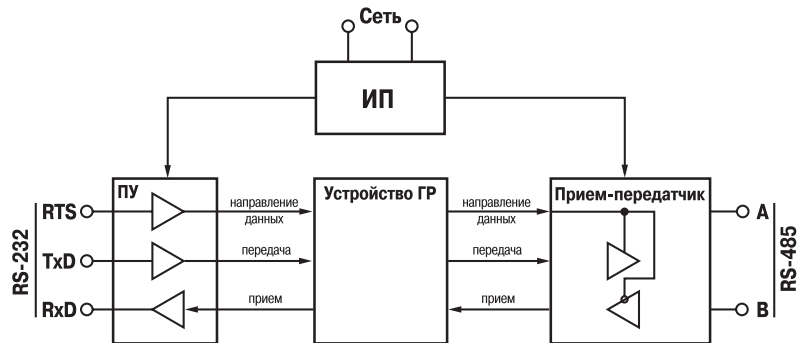

Рис. 1
3.4. Прибор представляет собой двунаправленный преобразователь сигналов интерфейсов RS-232 и RS-484. Функциональная схема прибора приведена на рис. 1. Прибор состоит из: